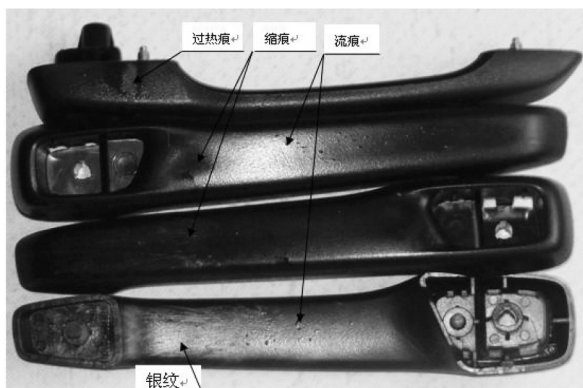

图2 外手把
(1)原因:外手把注塑模设计时,因为没有进行外手把缺陷的预测。试模时出现了缩痕、银纹、融接痕(图中未给出)、过热痕和流痕五种缺陷,如图2所示。通过高校的模具专业采用CAE法进行分析,不断地变换浇口的位置,甚至复制了多副注塑模,问题仍然是得不到有效的解决。